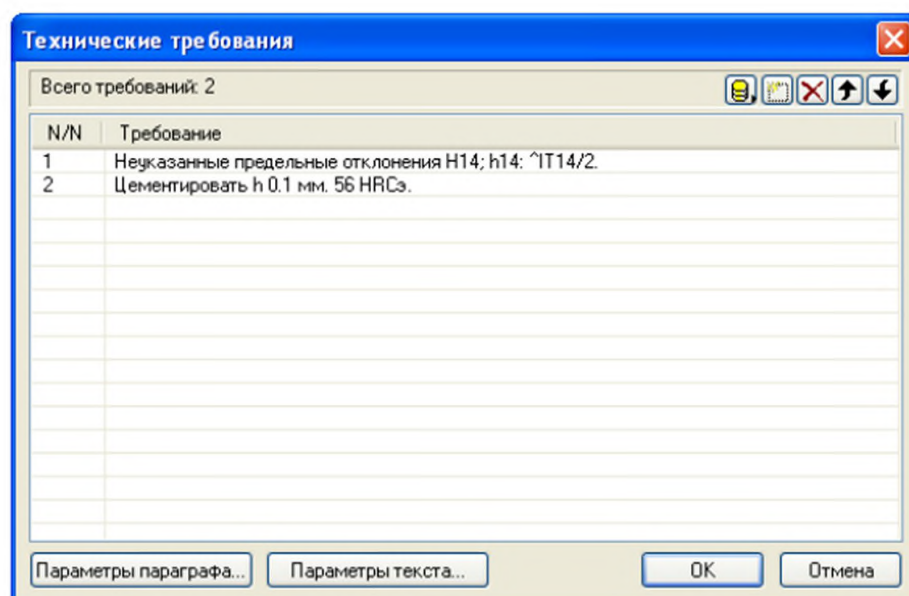

Рис. 6.2
3. Появится диалоговое окно **Технические требования** (рис. 6.2). В нем нужно добавить технические требования в список при помощи кнопки  либо загрузить их из базы при помощи кнопки . Кроме этого, можно удалять ненужные требования при помощи кнопки  или перемещать требования в списке при помощи кнопок  и , а также менять параметры текста и параграфа.